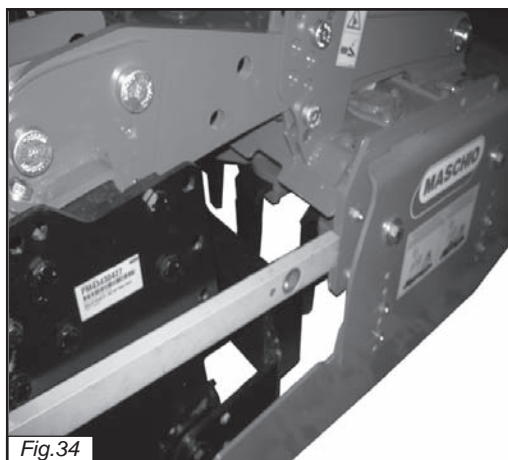

Fig.34
- 1) Controllare l'allineamento delle fiancate rullo rispetto alle fiancate macchina. (fig.34)
- 1) Contrôler que les cotés rouleau soient bien en ligne avec les cotés de la machine (Fig.34)
- 1) Kontrollieren Sie dass die Walzewanden in Maschinewandreihe aufgestellt sind (Bild 34)